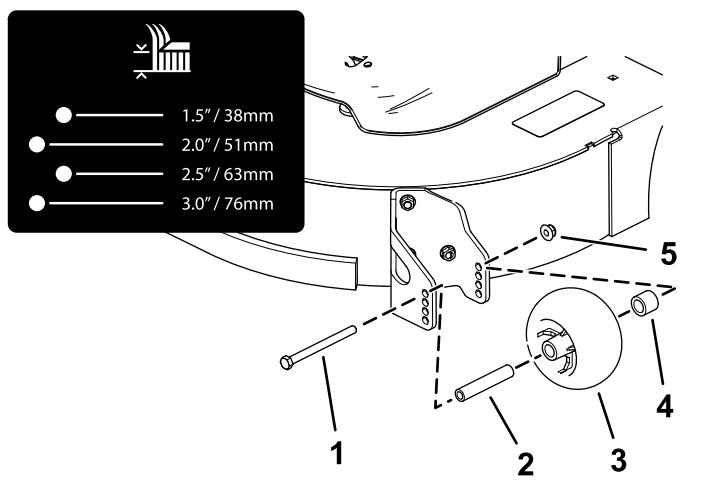

**Bild 26**
4. Stellen Sie die Antiskalpierrollen ein, wie in Bild 25, Bild 26, Bild 27 und Bild 28 dargestellt.